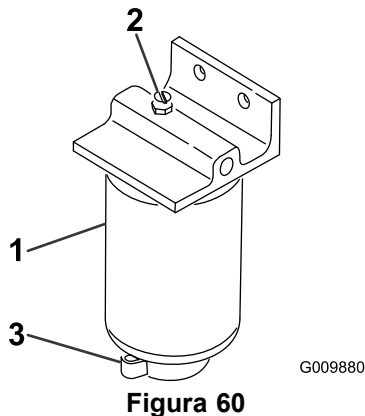

Figura 60
2. Afloje la válvula de vaciado en la parte inferior del cartucho del filtro (Figura 60).
1. Limpie la zona de montaje del cartucho del filtro (Figura 60).